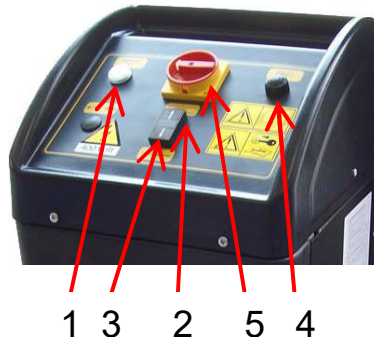

Fig. 12
2. Zet de hoofdschakelaar(5) in de "1" positie.
4. Laat de hefbrug stijgen tot maximum hoogte met behulp van de stijgknop (5 Fig. 12)